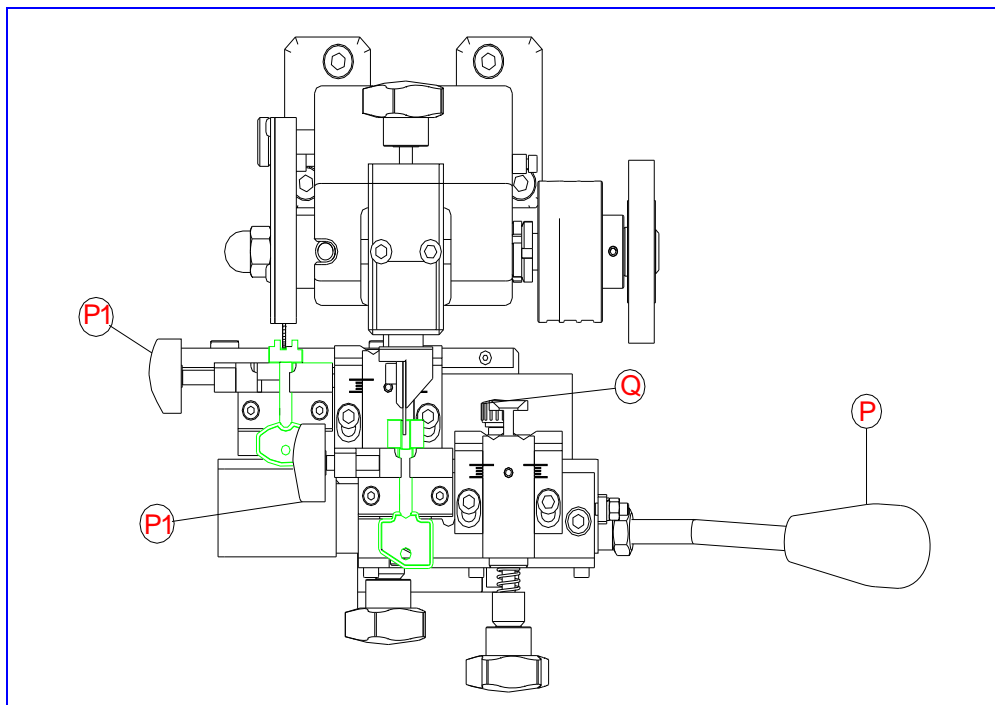

Fig. 4
- Allentare i pomelli (15) ed allineare la seconda posizione del carrello (R2) con il riferimento (S).
- Inserire le chiavi nei morsetti, assicurandosi che la mappa della chiave sia appoggiata sull'arresto frontale del morsetto, come illustrato nella Fig. 4. Una volta inserita la chiave, serrare girando il pomello (P1).
- Mettere in funzione la macchina e sostenere il carrello mediante la leva, avvicinare le chiavi verso l'indice copiatore (I) e la fresa (F).
- Si ricorda che occorre lavorare lentamente, senza forzare la fresa. La duplicazione si ottiene spostando il morsetto con movimenti verticali, per cui occorre muovere la bacchetta (Q) verso l'alto e, con la leva (P), spostare verticalmente il morsetto.